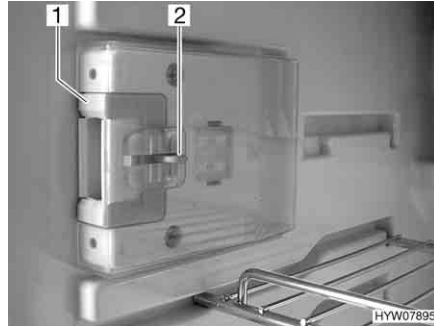
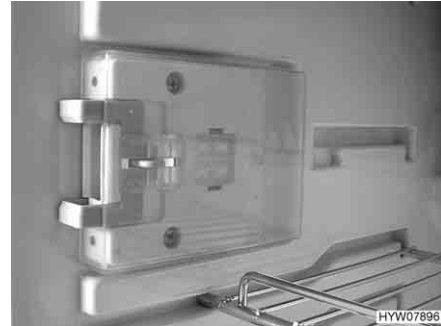

Fig. 201 Dispositif de fermeture en position normale
Fig. 202 Dispositif de fermeture en position de ventilation
- Presser le bouton de déverrouillage (Fig. 201,2).
- Pousser le dispositif de fermeture (Fig. 201,1) vers l'avant (Fig. 202).